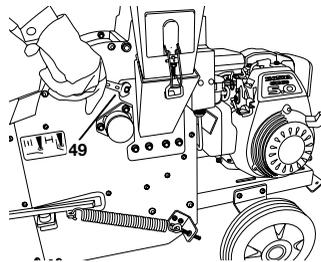

Figura 42
- Retire la tolva lateral aflojando las 4 tuercas hexagonales (49) (SW 13) (véase la Figura 42).